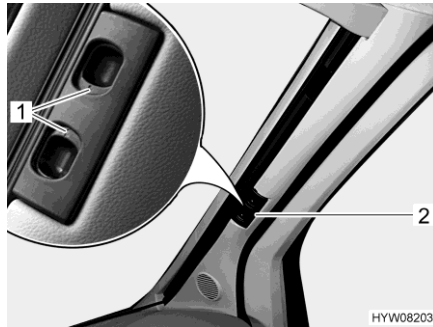

Fig. 40 Dispositif occultant plissé pour le pare-brise
- Pousser les deux moitiés du dispositif occultant plissé pour le pare-brise par la poignée (Fig. 40,2) à fond vers l'extérieur. Déplacer la poignée à l'horizontale en direction de l'évidement de verrouillage.
- Faire s'enclencher les poignées de déverrouillage (Fig. 40,1).